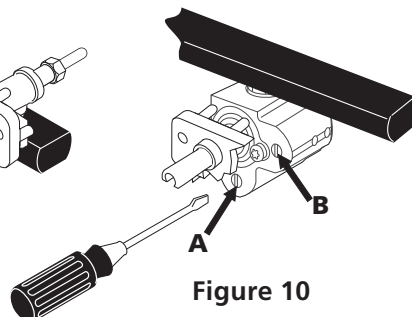

Figure 10
## 5. Réglez la position LOW des robinets du brûleur de surface double (voir Figure 10):
- e.** La dimension de la flamme de la portion interne du brûleur peut être augmentée ou diminuée en tournant la vis **A** (voir Figure 10). Utilisez la vis **B** pour ajuster la dimension de la flamme de la portion externe du brûleur. Tournez la vis dans le sens inverse des aiguilles d'une montre pour augmenter la dimension de la flamme et dans le sens des aiguilles d'une montre pour diminuer la dimension de la flamme. Ajustez la flamme jusqu'à ce que vous puissiez tourner rapidement le bouton de LITE à la plus basse position (LOW) sans éteindre la flamme. Celle-ci devrait être aussi minuscule que possible sans s'éteindre.